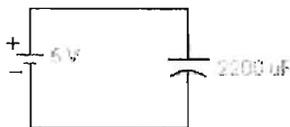

Figura 3.7
e) Conecte el capacitor de $2200 \mu\text{F}$ a la fuente graduada a $5[\text{V}]$ CD como se indica en la figura 3.7